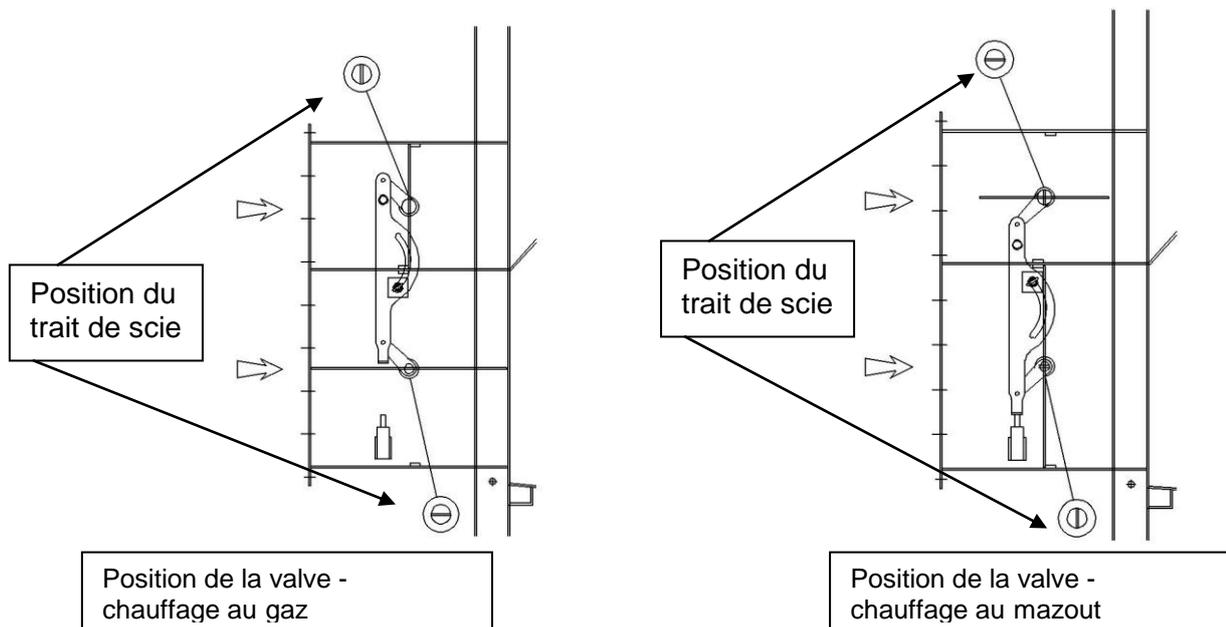

Figure 8
18. Mettre la valve de relais en position by-pass (position "chauffage au mazout"), voir figure 8.
20. Eteindre le brûleur et remettre la valve de relais en position pour que le condenseur puisse chauffer, voir figure 8.